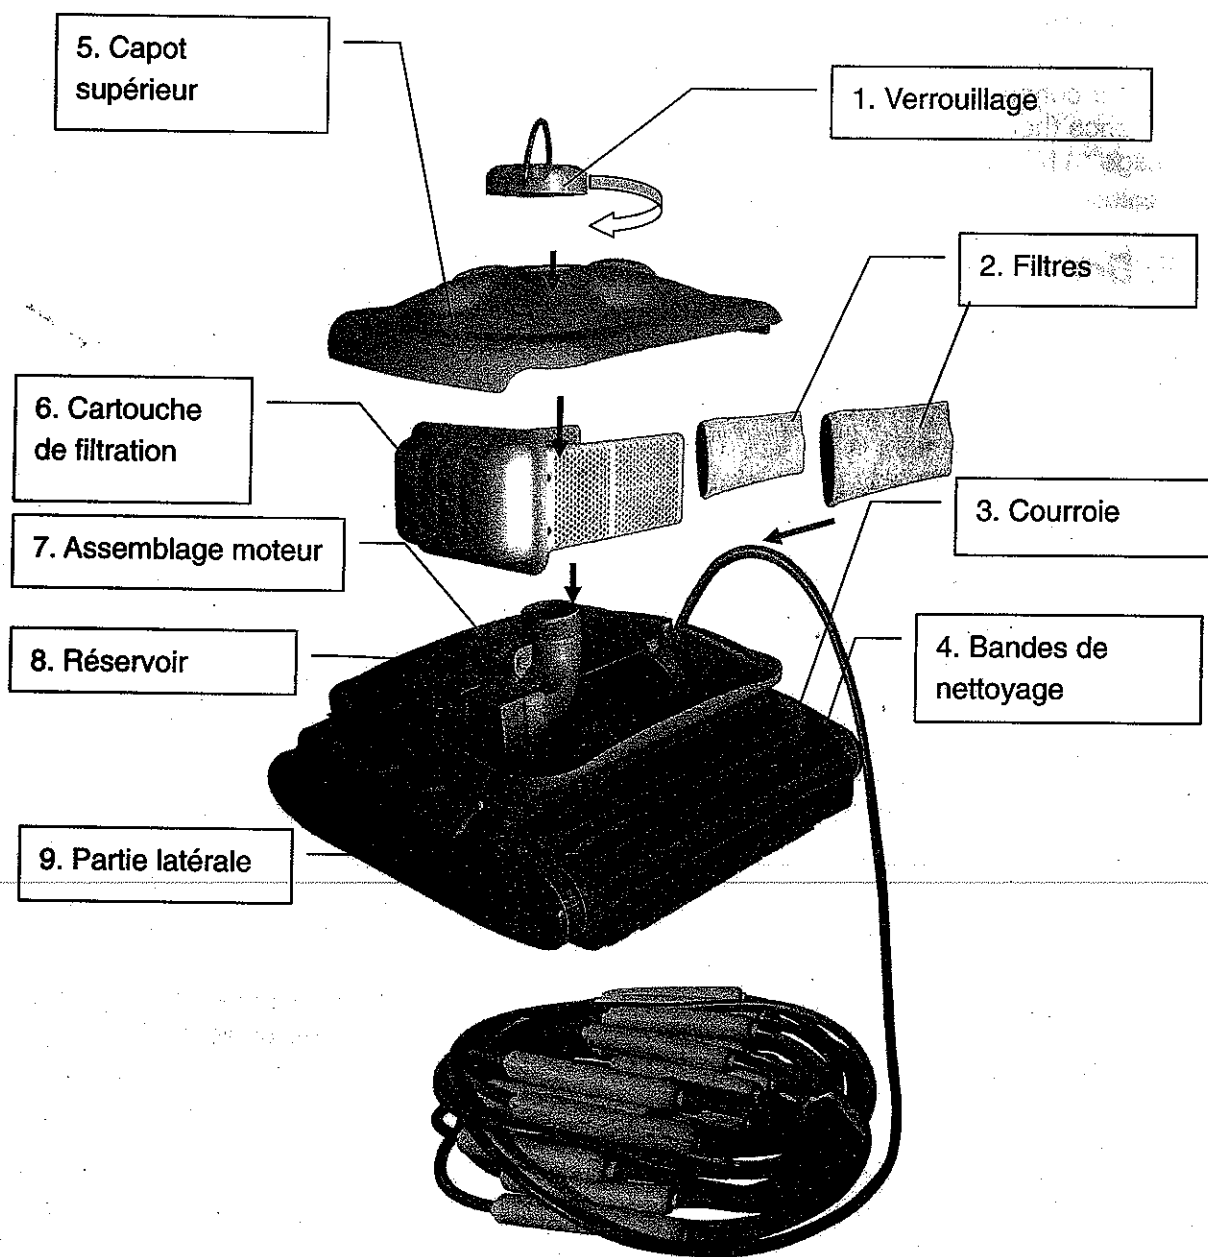
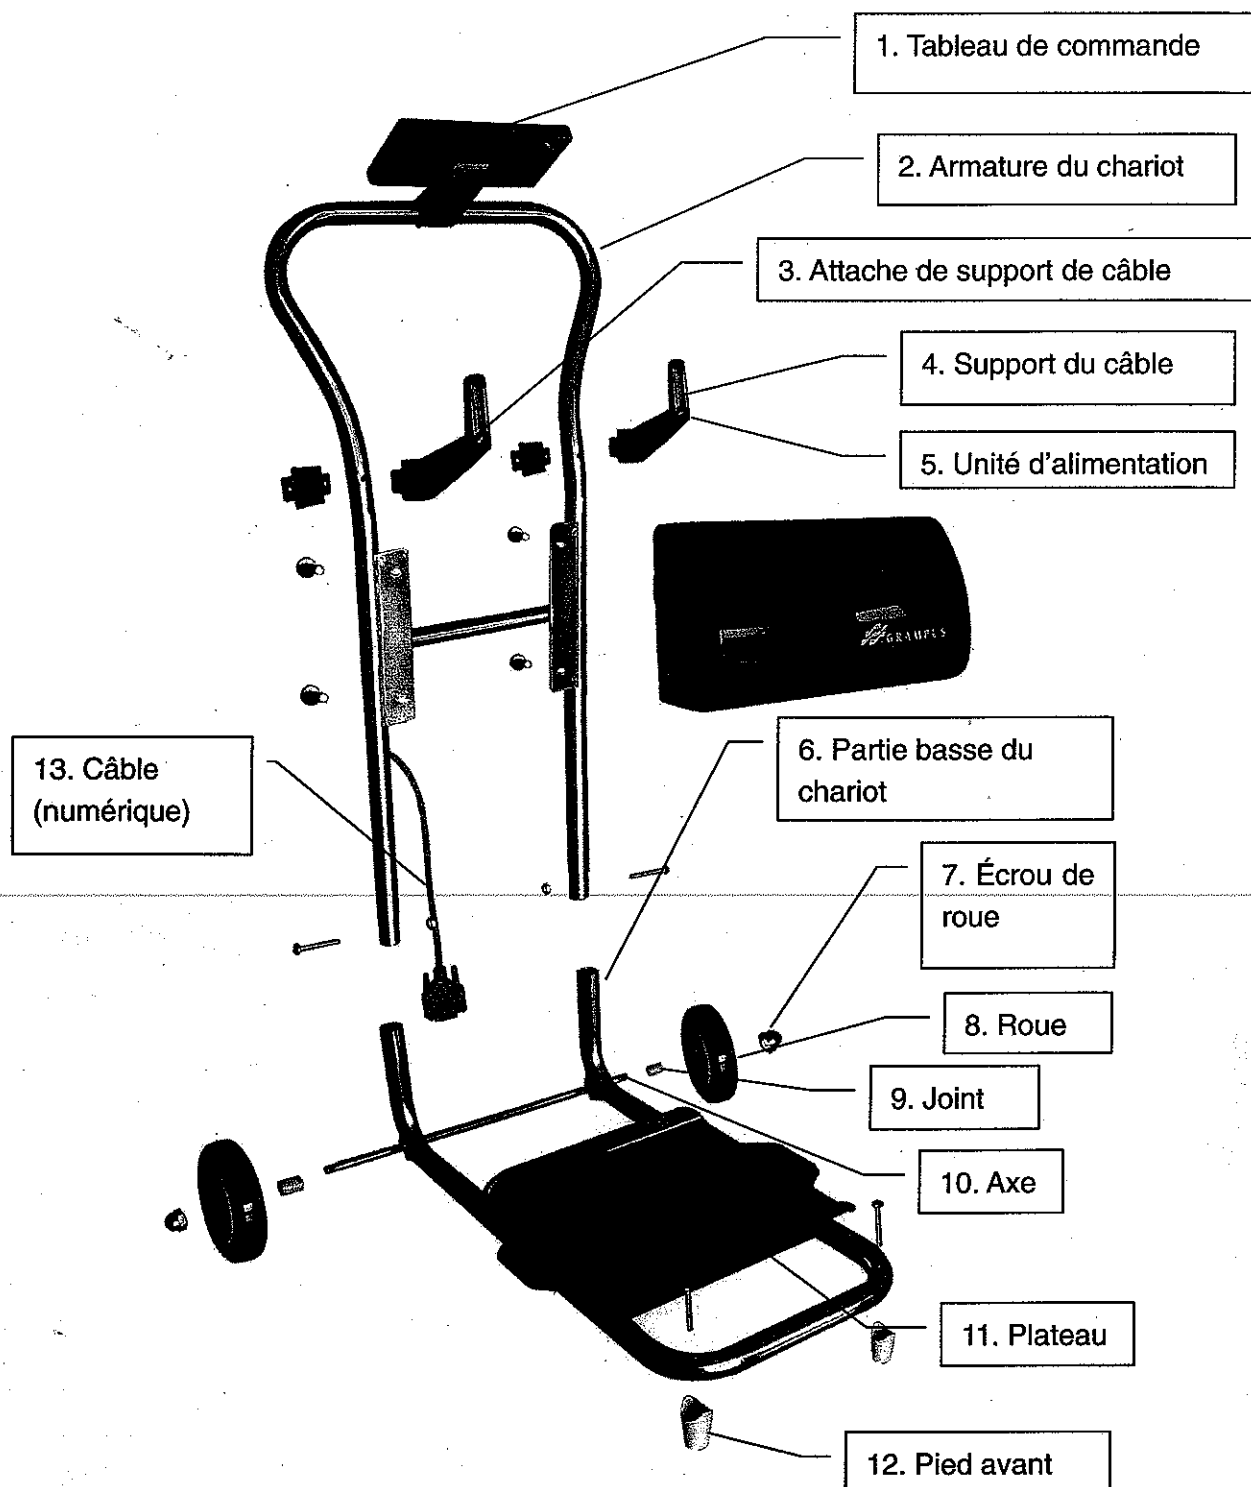

Fig.2
Fig.3
Le nettoyeur automatique de piscine Turbotrak est constitué d'un appareil de nettoyage, d'une unité d'alimentation secteur et d'un chariot. Les illustrations ci-dessous sont les composants de chaque partie (voir figure2 / figure 3)
- 1) Pied avant (12 dans la figure 3) Bloquer dans la position (comme indiqué) avec la vis fournie.
- 2) Axe (10 dans la figure 3) et roue (8 dans la figure 3) : insérer l'axe dans la partie basse arrière du chariot (6 dans la figure 3), mettre sur les joints et installer les roues sur deux côtés de l'axe (9 dans la figure 3). Attacher alors avec les vis des roues (7 dans la figure 3).
- 3) Partie principale du chariot : assembler l'étagère du chariot (2 dans la figure 3) avec la partie inférieure du chariot (6 dans la figure 3), insérez les vis dans les trous correspondants et mettez les joints plats et les ressorts. Bloquez avec les écrous fournis.
- 4) Support de câble : montez les supports de câble (4 dans la figure 3) en les mettant en place, insérez les boulons fournis dans les trous correspondants et verrouillez avec les écrous fournis.
Le robot s'éteindra automatiquement après un cycle de nettoyage. Déconnectez le câble électrique, tirez le câble légèrement et soulevez le robot par l'anneau stationnaire prévu à cet effet (1 dans la figure 2).
Mettez le robot sur le rebord de la piscine, desserrez l'écrou de verrouillage (1 dans la figure 2) et enlevez le capot supérieur (5 dans la figure 2). Enlevez alors la cartouche de filtration (6 dans la figure 2) et les sacs de filtre (2 dans la figure 2).
Installez le capot supérieur (5 dans la figure 2) et verrouillez avec l'écrou de verrouillage (1 dans la figure 2).